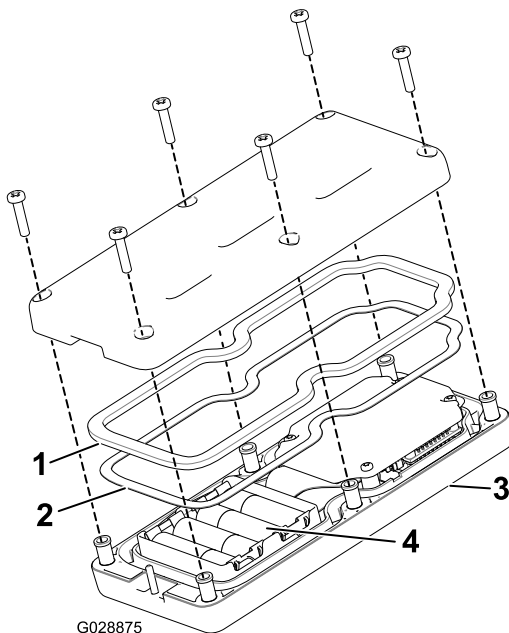

Bild 18
2. Legen Sie die Batterien in das Batteriefach ein und achten Sie auf die richtige Polarität. (Wenn die Batterien falsch eingelegt sind, wird das Gerät nicht beschädigt; es funktioniert jedoch nicht.) Das Fach hat Polaritätsmarkierungen für jeden Anschluss (Bild 18).
3. Stellen Sie sicher, dass die Stahldichtung und die Gummidichtung im Kanal in der Fernbedienung liegen und setzen Sie die Rückabdeckung auf (Bild 18).
4. Befestigen Sie die Abdeckung mit sechs Schrauben (Bild 18) und ziehen sie mit 1,5-1,7 N·m an.